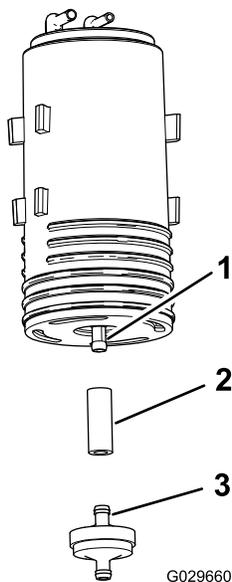

Figura 55
4. Retire o filtro do recipiente de carbono e a secção curta do tubo da união inferior do recipiente de carbono antigo (Figura 55).
5. Instale o tubo na união inferior do novo recipiente de carbono (Figura 55).
6. Insira a união do novo filtro do recipiente de carbono no tubo (Figura 55).